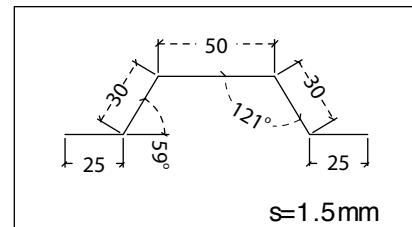

Fig.8
**1.6.2 Tornillos para accesorios idénticos a los indicados en la Fig. 8, longitud 20 mm.**